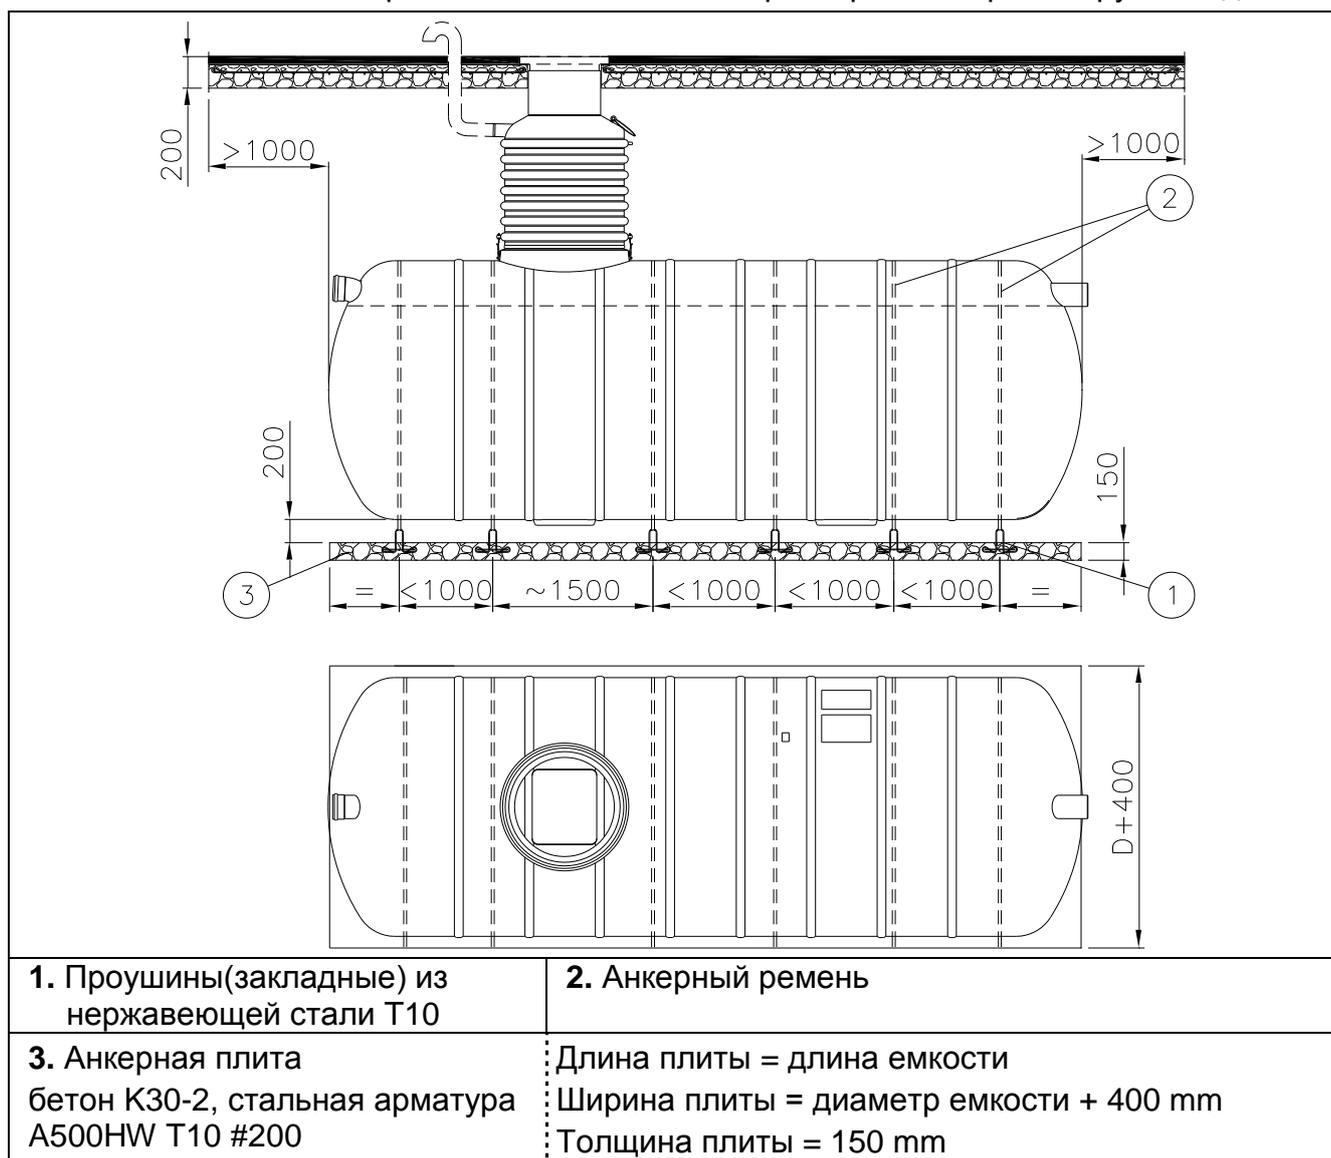

Рис. 4. Анкерование отделителя в местах с высоким уровнем грунтовых вод
6. Установите на техколодец/техколодцы резиновую прокладку. Установите техколодец EuroHUK на отделитель в строго горизонтальном положении и закрепите крепежи. Смотрите рис. 4.